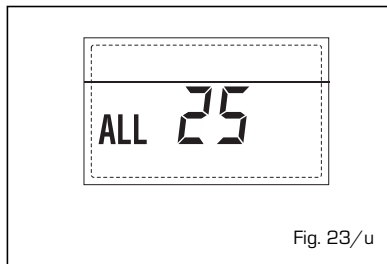

Fig. 23/u
- **ANOMALIA GUASTO SONDA SOLARE S3 "ALL 26" (fig. 23/v)**